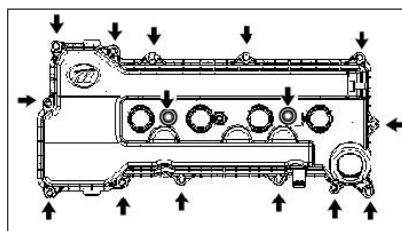

Рисунок II-56
8. Отвернуть 15 болтов и снять 2 уплотнения из клапанной крышки. (см. Рисунок II-56)